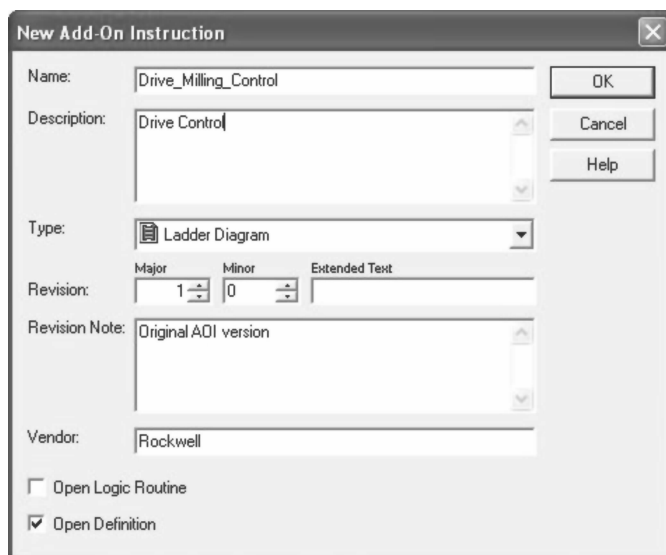

图 19-2 新建用户自定义指令窗口
2. 在新窗口中输入以下信息（名称：Drive_Milling_Control，版本注释：原始 AOI 版本），并确保 AOI 的类型为“梯形图”（Ladder Diagram），如图 19-2 所示。